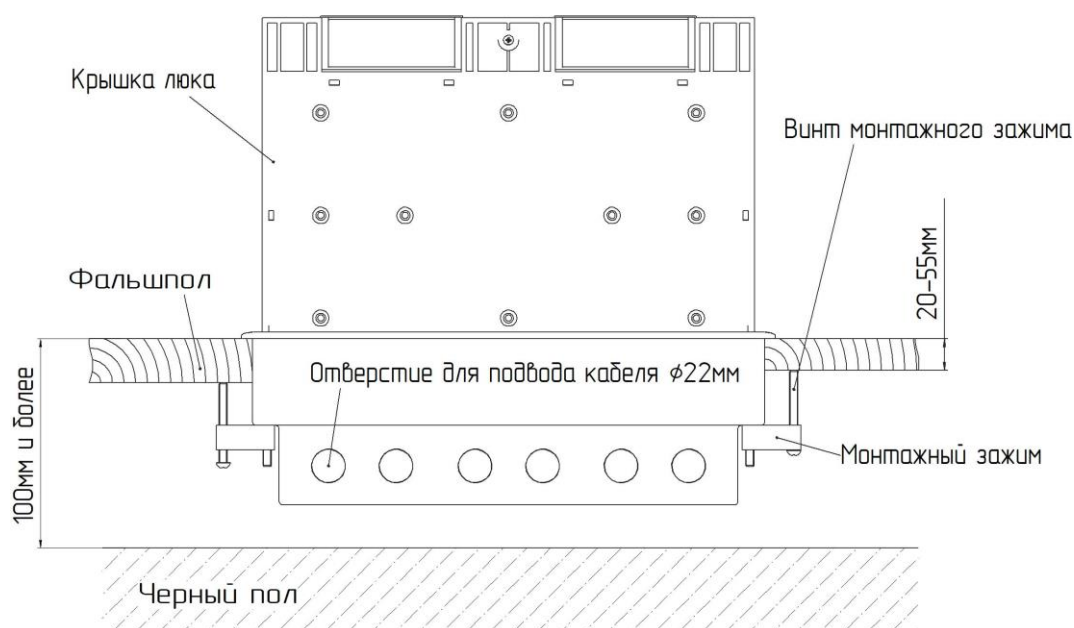

Рис. 2
1. Вырезать монтажное отверстие в фальшполе размером 310x220 мм. Минимальная глубина для монтажа люка (между черновым полом и верхней частью фальшпола) составляет 100 мм. Диапазон толщин фальшполов от 20 до 55мм (Рис. 2).
4. Зафиксировать люк по толщине фальшпола, вращая винты монтажных зажимов (Рис. 2).